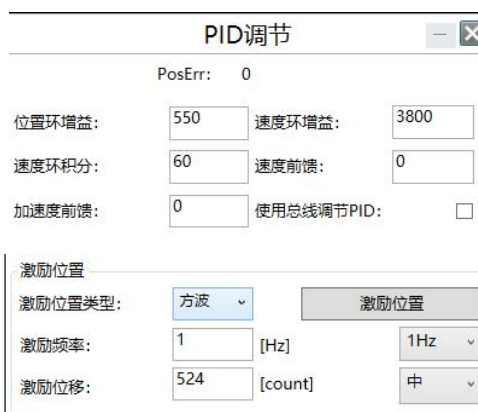

图 15-8 PID 设置界面激励位置
2. 在 PID 设置界面(如图 15-8)设置激励频率,推荐使用 1Hz,激励位置一般设置为(52428/减速比), PID 在原有基础值上去调节,点击“激励位置”按钮;此时电机响应跟随激励位置且示波器会进行数据采集。